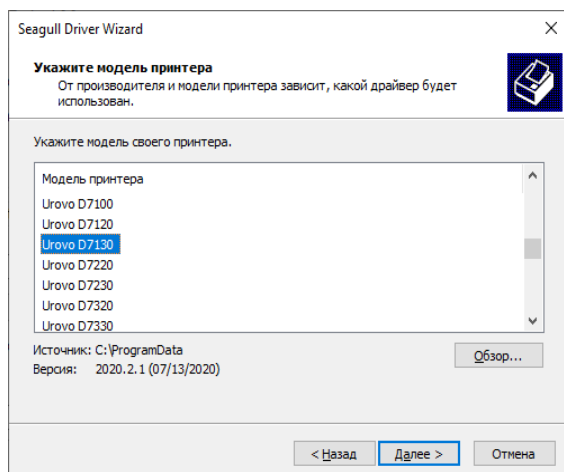

Рис.2
- в открывшемся окне выбрать нужную модель принтера (Рис.2)